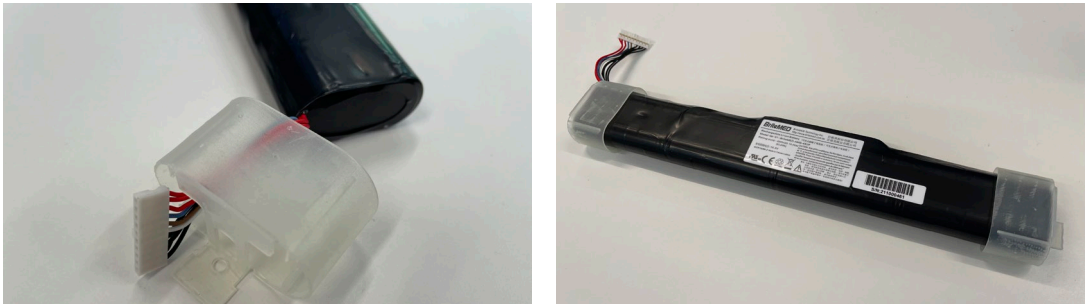

Figura 18: Montaje de las tapas de la batería como muestran las flechas
d) **Monte las tapas de la batería en la batería nueva (Figura 18)**